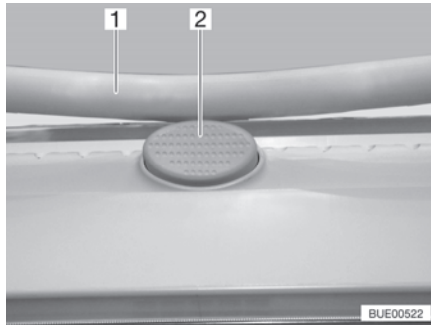

Bild 53 Låsknapp (Heki-taklucka)
- Tryck på låsknappen (Bild 53,2) och dra ner bygel (Bild 53,1) med båda händerna.
- Tryck bygel uppåt med båda händerna tills bygel ligger ovanför låsknappen (Bild 53,2).